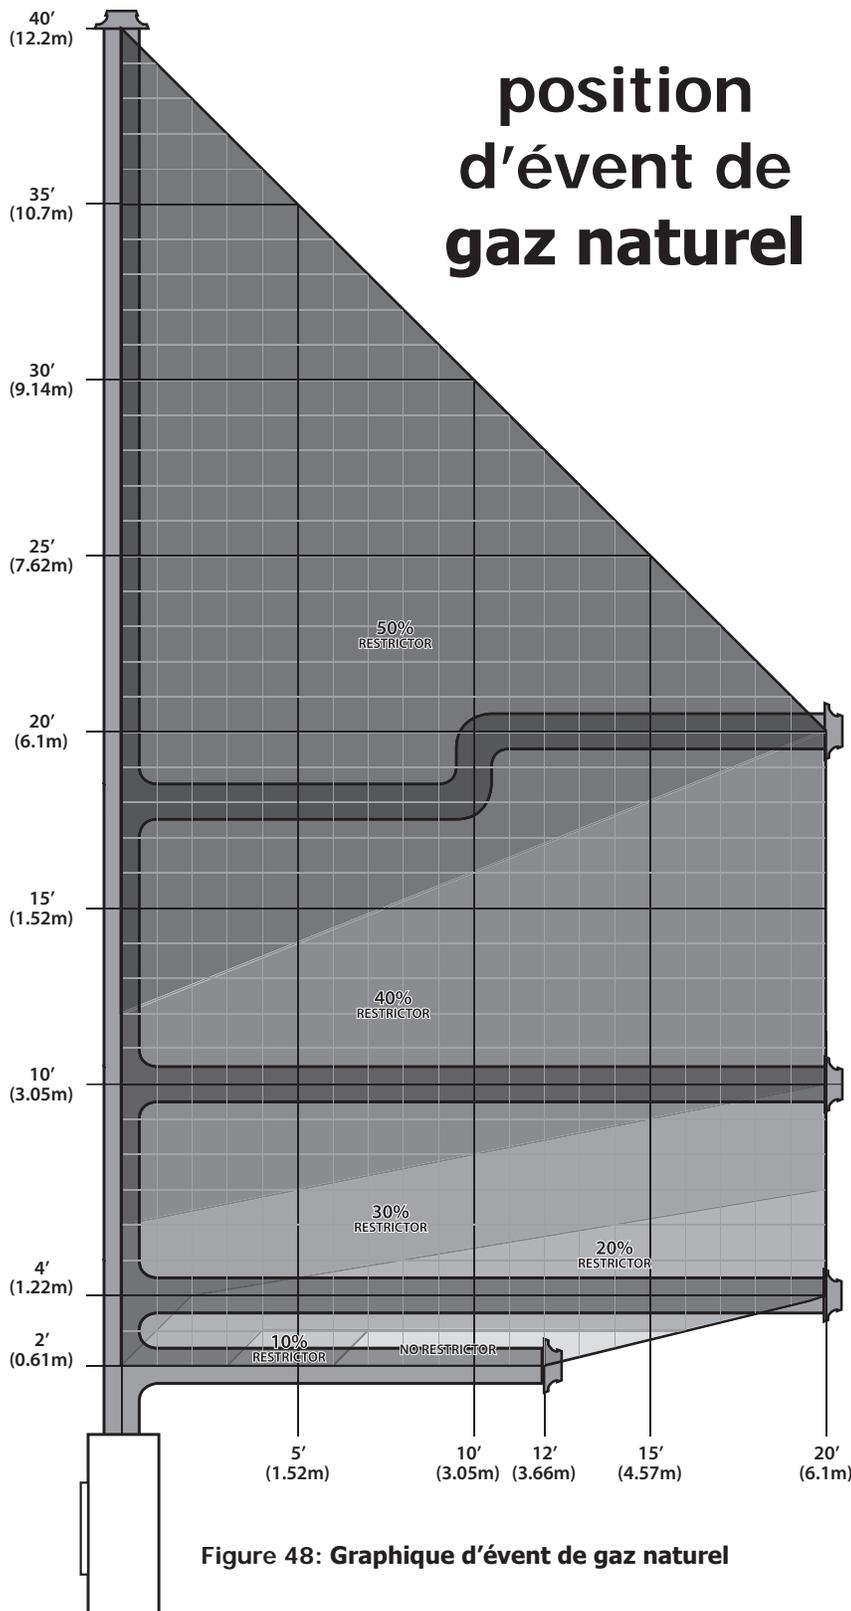
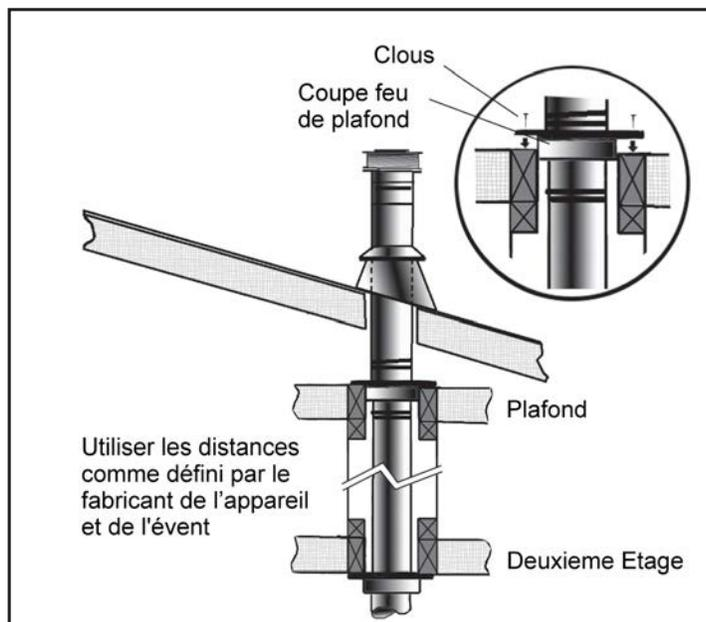
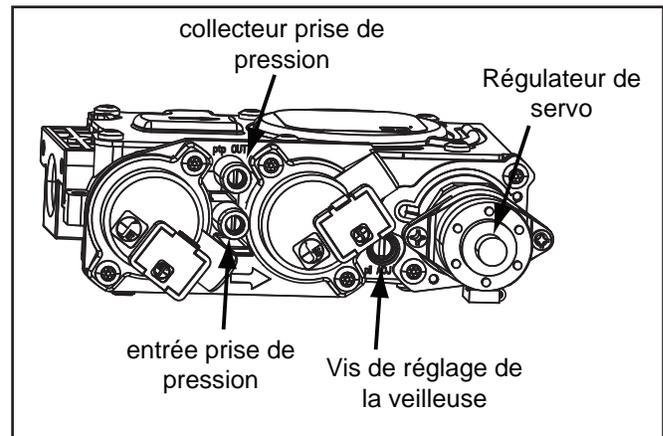

Figure 48: Graphique d'évent de gaz naturel
Figure 56: Installation des conduits à plusieurs étages
Figure 57: Vanne de gaz avec pièces identifiées. Voir le manuel de l'utilisateur Dexen pour les détails de la vanne C601D
Voir la section de ventilation pour les dés certifié et encadress en conséquence (voir la Figure 48). Assurez vous que le soutien approprié et l'espacement de la tuyauterie d'évent est correct quand elle passe à travers le mur. Installations au Canada exigent qu'un dé de mur doit être utilisé pour passer à travers les murs et les plafonds. Tous les joints et pare-vapeur doit se conformer aux codes du bâtiment locaux. La configuration d'évent des tuyaux dépend de l'emplacement des murs, plafonds et les goujons. Toutefois, les tuyaux ne peut être de longueur arbitraire et arrangement. Car la longueur de la ligne verticale et les sections horizontales affecte énormément l'efficacité de combustion de la poêle, certaines lignes directrices ont été définies dans l'installation initiale - Configurations d'évent co-axial admissible. Bornes de ventilation ne peut pas être encastrée dans un mur ou d'évitement.
- (1) Si vous devez déplacer le système d'évacuation dans le grenier pour éviter les obstacles, il est important de supporter le conduit à chaque 3 pi (914 mm) pour éviter du stress sur les coudes, ou la possibilité de séparation des joints. Des sangles de mur sont disponibles à cette fin (voir la Figure 56).
- (2) Quand possible, utilisez des coudes de 45° au lieu de ceux de 90°. Les coudes de 45° causent moins de restriction au flux de gaz et d'air.
- (3) Pour des installations à plusieurs étages, il vous faut un coupe-feu au plafond du deuxième étage, et à toute étage subséquente (voir la Figure 57). L'ouverture doit être encadrée à des dimensions de 10 po (254 mm) x 10 po (254 mm), de la même manière que démontré dans la Figure 48.
- (4) Toutes les zones occupées par-dessus le rez-de-chaussée, incluant les placards et les armoires de stockage, où passe le conduit vertical, doivent être enfermés. Le boîtier peut être encadré avec des matériaux de construction standards, mais consultez les directives d'installation du fabricant de l'appareil pour les dégagements entre l'extérieur du conduit et les surfaces combustibles du boîtier. Ne pas remplir les espaces d'air avec de l'isolation thermique.